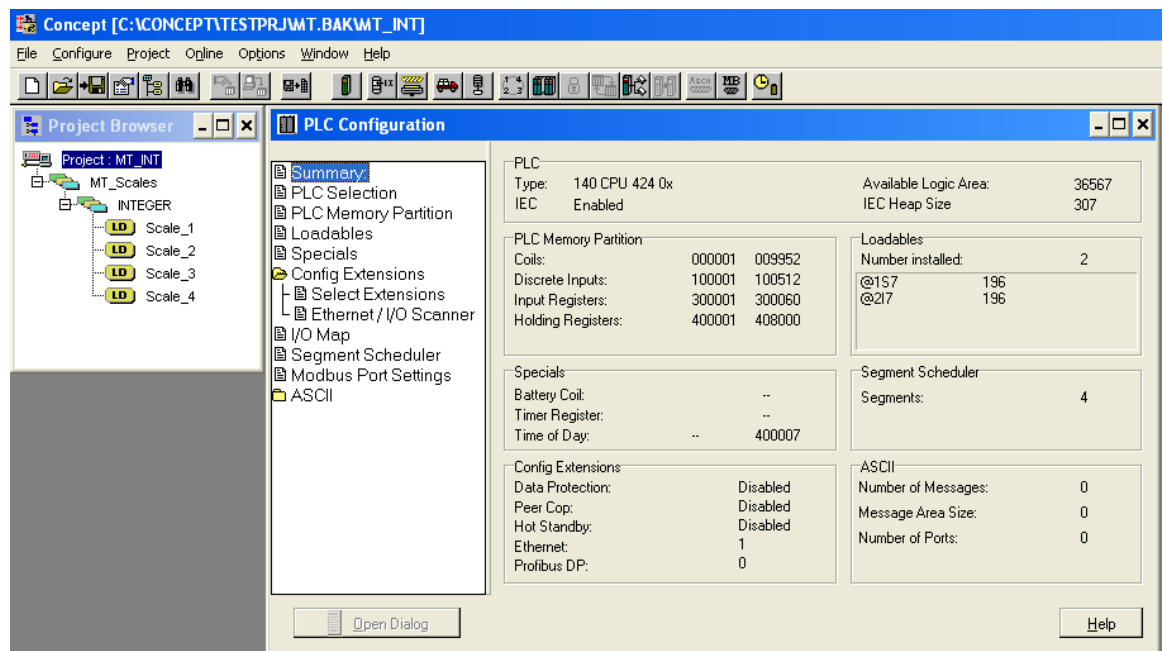

Abbildung 5-8: Fenster „PLC Configuration“ (PLC-Konfiguration)
- Das Fenster „PLC Configuration“ (PLC-Konfiguration) (Abbildung 5-8) öffnet sich.